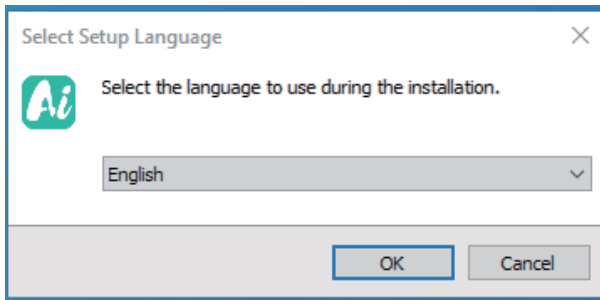

Figura 3
b) Seleccione el idioma de configuración, como se muestra en la figura 3: